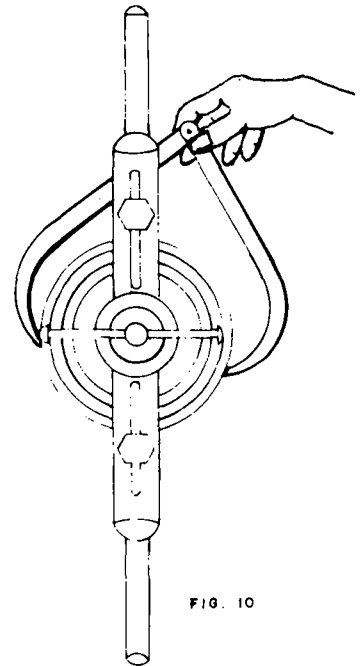

FIG. 10
12.º Passo – Dê novos passes, avançando as ferramentas, até atingir à medida desejada (fig. 10).